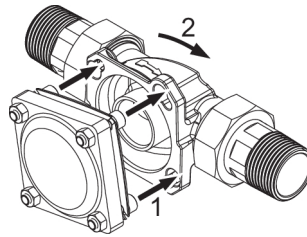
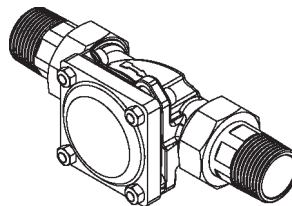

Abb. 3: Gerät ansetzen und einrasten (Befestigungsprinzip)
Abb. 4: Geräteanschluss eingearastet (Befestigungsprinzip)
1. Die Köpfe der vier Flanschschrauben durch die Bajonettbohrungen am Einbaudrehflansch stecken (siehe Abbildung 3).
2. Das Gerät im Uhrzeigersinn bis zum Anschlag drehen (siehe Abbildung 3 und Abbildung 4).